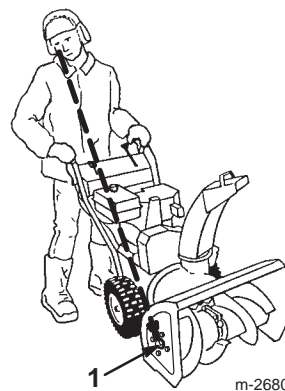

Figure 20
**Important** Vérifiez que la tarière et la roue hélice ne tournent pas quand le levier de commande de tarière/roue hélice est *débrayé*. Tenez-vous à la position de conduite et observez le côté du carter de la tarière (Fig. 20). Une
grande tête de vis sur le côté du carter tourne en même temps que la tarière et la roue hélice (Fig. 20). Si la tarière et la roue hélice tournent alors que le moteur est en marche et le levier de commande de tarière/roue hélice est *débrayé*, arrêtez immédiatement la déneigeuse. Reportez-vous à la rubrique Réglage de la courroie d'entraînement de tarière/roue hélice, page 24. Si le problème persiste, portez la déneigeuse chez un réparateur Toro agréé pour la faire réviser.